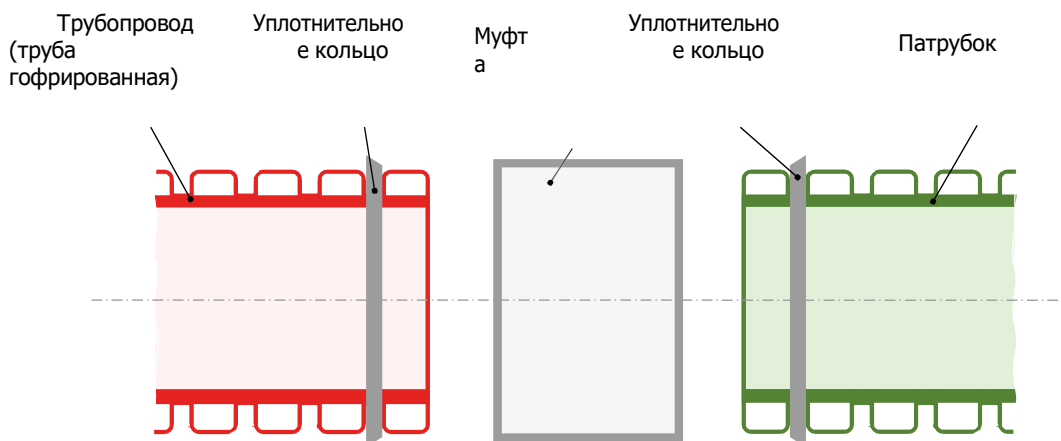

Рис. 9. Соединение с помощью муфты
2. Гофрированная труба колодца и гофрированная труба внешней сети, соединённые с помощью муфты. Соединение предусматривает применение уплотнительных колец (прокладок), устанавливаемых в первом (от торца) углублении гофрированных труб (рис. 9)